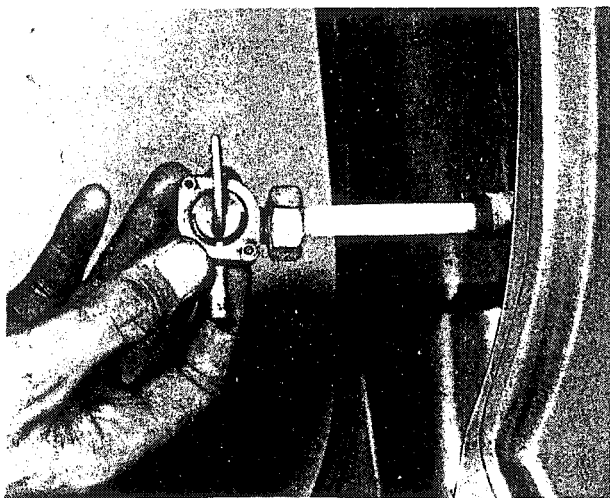

Bild 170
- Die Überwurfmutter abschrauben und den Hahn aus dem Tank herausziehen (Bild 170). Das Filtersieb kann zum Reinigen vom Standrohr abgezogen werden. Das Sieb wird mit Benzin und einer weichen Bürste gereinigt. Ein durchlöcherteres Filtersieb muss ersetzt werden.